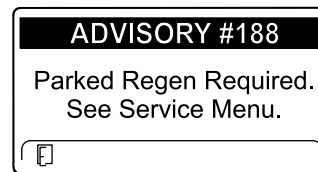

Figura 37
- Richiesta di rigenerazione parcheggiata ADVISORY #188 (Figura 37)